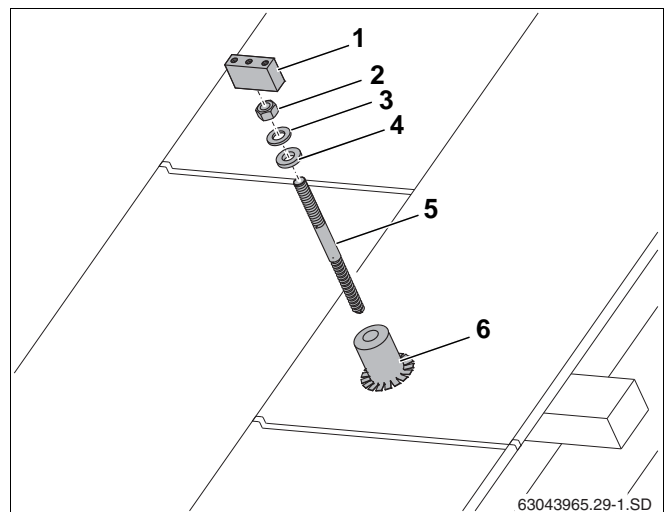

Fig. 27 Montering på pladetag
I stedet for tagkrogen skal der monteres stokskrue (fig. 27, **pos. 5**) til fastgøring af profilskinerne. Ved monteringen skal målene (w, x og y) for stokskrue (tab. 5 og tab. 6, side 14) overholdes.
For at garantere tagets tæthed skal der til stokskrue (fig. 27, **pos. 5**) loddet hylse på pladetaget (fig. 27, **pos. 6**).